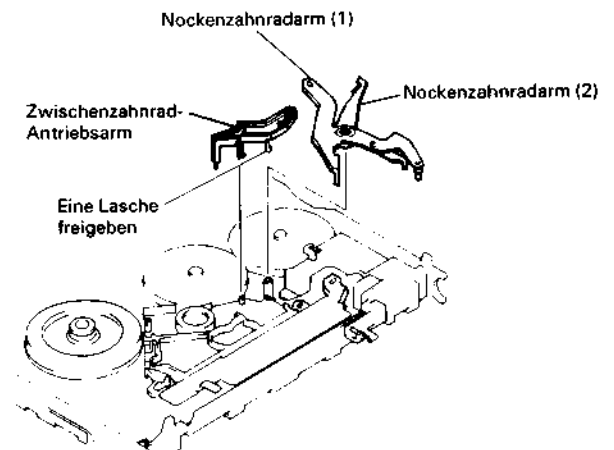

Abb. 2.95 Ausbau der Nockenradarme (1) und (2)
Ausbau der Nockenradarme (1) und (2) (Abb. 2.95)
3. Eine (1) Lasche freigegeben und den Zwischenrad-Antriebsarm entfernen (siehe Abb. 2-95).
4. Den Nockenradarm (1) und (2) herausziehen.
6. Den Nocken Zahnradarm (1) und (2) ausbauen (siehe Abb. 2.95).
5. Die Nocken Zahnradarme (1) und (2) ausbauen (siehe Abb. 2.95).
4. Die Nockenradarme (1) und (2) ausbauen (siehe Abb. 2.95).
7. Die Nockenradarme (1) und (2) entfernen (siehe Abb. 2.95).